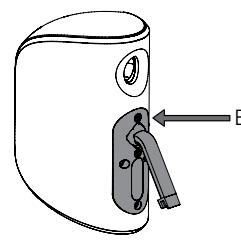

Figura 14
Para montagem na parede em orientação vertical, onde não precisa de inclinação descendente máxima e quer esconder o suporte de parede, tanto quanto possível por trás da coluna, solte o outro parafuso de segurança da junção da esfera (B), gire o pilar mais 90 ° e reaperte o parafuso (figura 14).